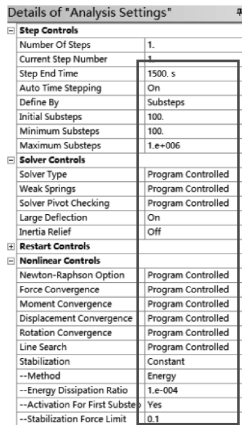

图 4-84 后屈曲分析设置
(1) 返回到 Workbench 主界面，右键单击结构静力分析【Static Structural】，从弹出的菜单中选择【Duplicate】，新的结构静力分析出现。
(2) 在新结构静力分析上，右键单击【Model】→【Edit】进入 Mechanical 分析环境。
(3) 为模拟压力容器筒体屈曲后的后屈曲行为，增加压力到 1.5MPa，分析时间调整到 1500s，调整非线性控制中的稳定能选项，设置稳定能【Stabilization】= Constant，【Activation For First Substep】= Yes，其他设置不变，重新求解，如图 4-84 所示。